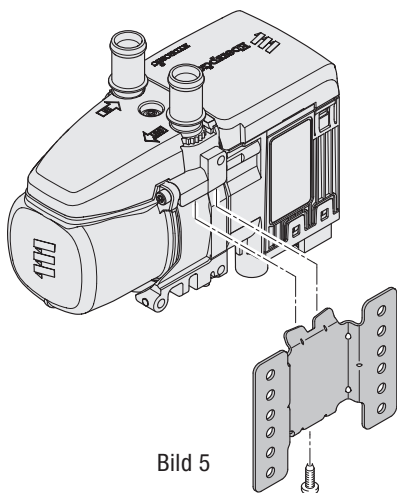

Bild 5
- Sätt in värmaren i hållaren och fäst den vid hållaren med en skruv M6 x 16, nyckelvidd T30 (åtdragningsmoment: 10+1 Nm), se bild 5.